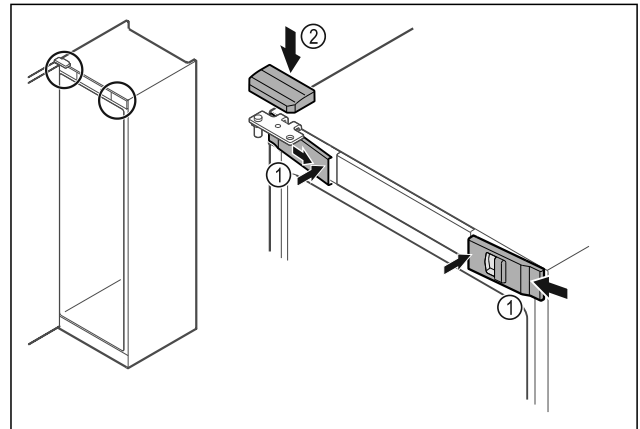

Fig. 51
- Vordere Abdeckungen Fig. 51 (1) seitlich einhaken und innen aufrasten.
- Obere Abdeckung Fig. 51 (2) von oben aufrasten.